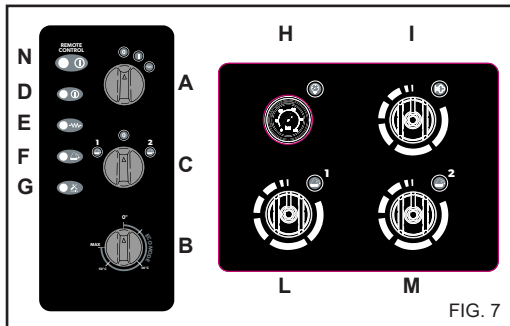

FIG. 7
- 2) Den Hochdruckreiniger einschalten, mit dem Wahlschalter C) Fig. 7 das zu verwendende Mittel wählen ("1" oder "2"), den betreffenden Reinigungsmittelhahn öffnen, und zwar Bez. L) für das Mittel Nr. "1" oder Bez. M) für das Mittel Nr. "2" (Fig. 7), indem der Griff nach links verstellt wird.
- 3) Den Wahlschalter für Reinigungsmittel C) Fig. 7 auf die Pos. "0" stellen. Die Regelhähne schließen, indem der jeweilige Griff nach rechts verstellt wird.